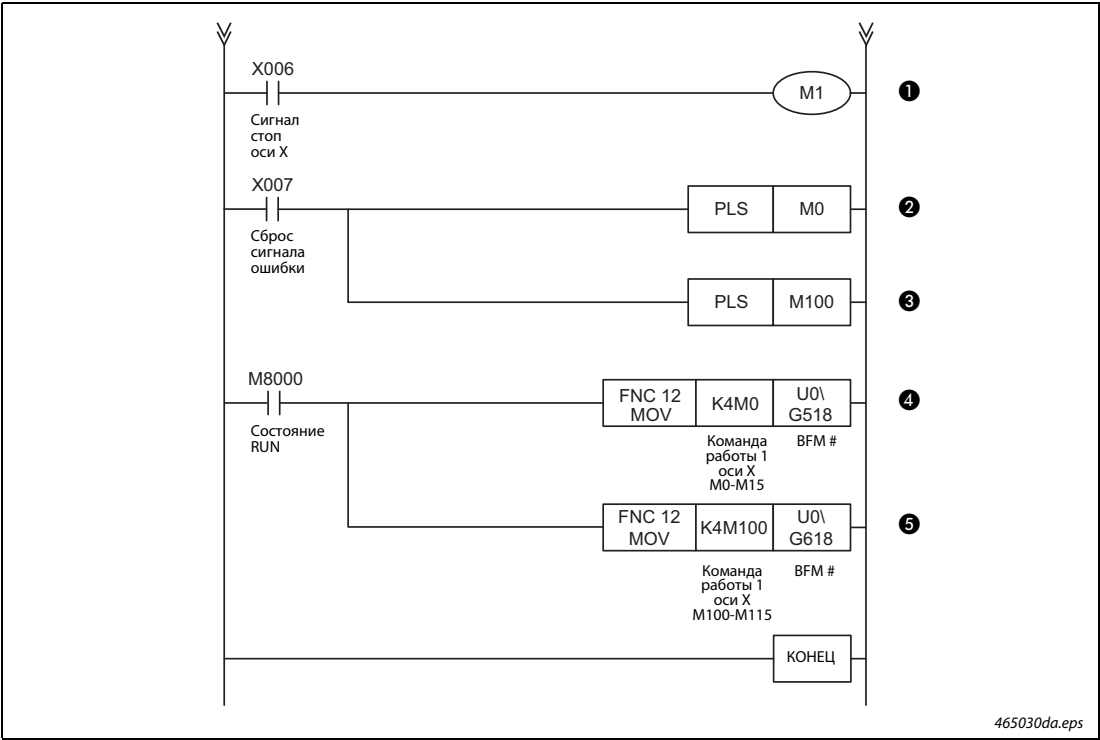

Рис. 4-40: Пример программы в виде релейно-контактной схемы (3)
Таб. 4-27: Описание релейно-контактной схемы, изображенной на рис. 4-40 (2)
❶	Опрос входа X006 для останова работы.
❷	Опрос входа X007 для сброса ошибки оси X.
❸	Опрос входа X007 для сброса ошибки оси Y.
❹	Передается команда работы 1 для оси X. [K4M0 → #518]
❺	Передается команда работы 1 для оси Y. [K4M100 → #618]
Таб. 4-27: Описание релейно-контактной схемы, изображенной на рис. 4-40 (3)